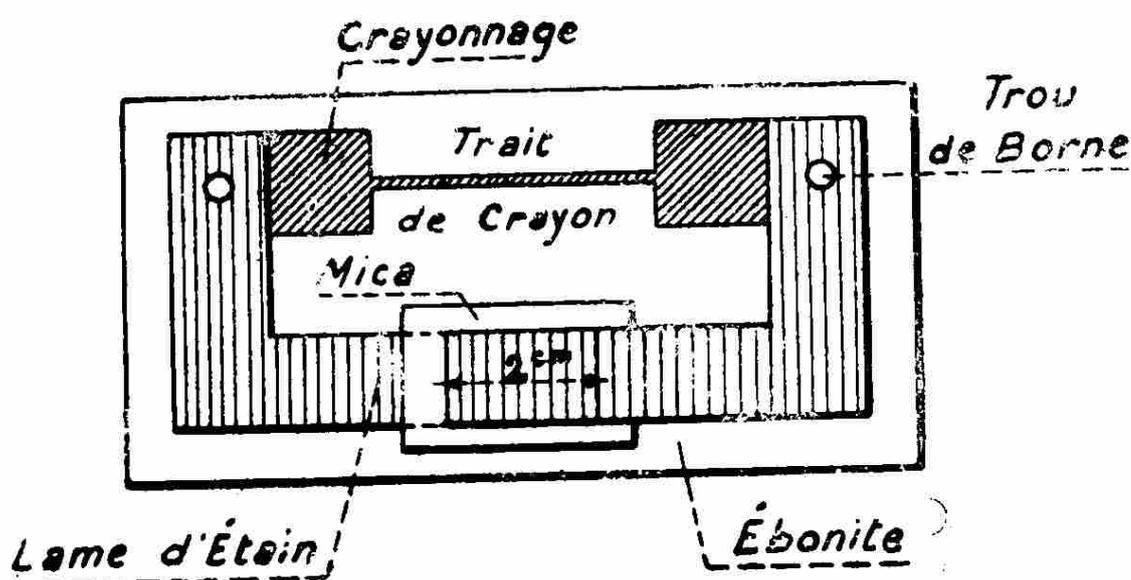

Fig. 82. — Condensateur shunté.
Dans le cas d'un détecteur à une seule lampe, demandant un condensateur faible et une résistance de 3 mégohms, on pourra établir ces deux appareils sur le même socle : on aura ainsi ce que l'on appelle un condensateur *shunté* (1). Les deux bornes seront communes au condensateur et à la résistance. Les deux lames d'étain du condensateur auront 1 centimètre de large et seront superposées de 2 centimètres environ. On réglerà le trait de crayon à sa valeur, de la façon que nous avons indiqué (v. fig. 82).